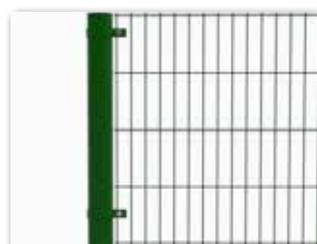
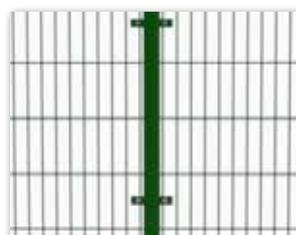

fig.1
fig.2
Nos poteaux intermédiaires, avec ou sans barres d'écartement, sont munis d'embouts (**fig.1**), et de crochets soudés en partie haute (**fig.6**) pour maintenir le câble de tension.
Les poteaux intermédiaires sont munis de guide-fils (**fig.1**) tous les 50cm pour le câble de tension du grillage.
Guide fil fig.1
- 2 longueurs de colliers : Un modèle court qui prendra un fil, un modèle long qui permet de prendre 2 fils de grille (**fig.1**) ou de compenser un décalage de poteau (**fig.2**).
La fixation **FIX +** est composée d'un tampon caoutchouc amortissant (**fig.1**), d'une bride PVC (**fig.2**) et d'une vis inox anti-vandalisme (**fig.3**)